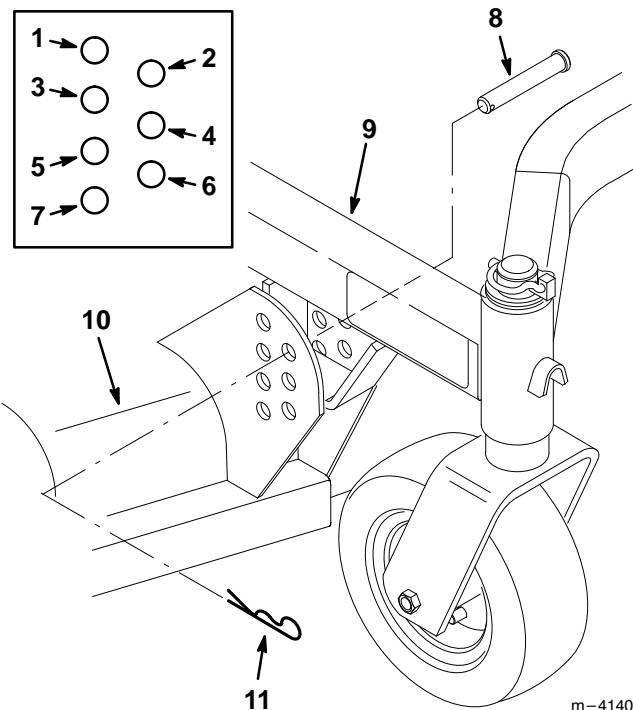

Abbildung 3
- Das Mähdeck mit vier (4) Lastösenbolzen und Haarnadelsplinten am Trägerrahmen montieren (Abb. 3).